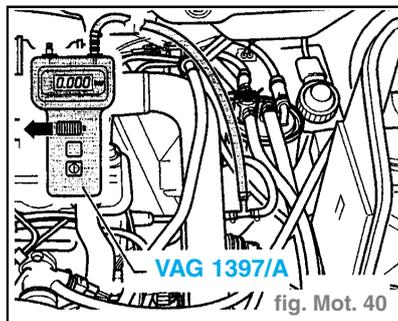

fig. Mot. 40
- Débrancher le flexible de raccord entre la tubulure d'admission et l'appareil de commande pour système d'injection directe Diesel (J248) et le relier au raccord en T du contrôleur de turbocompresseur VAG 1397A. (fig. Mot. 40)
- Débrancher le flexible de raccord entre le tuyau de raccord et l'appareil de commande pour système d'injection directe Diesel (**J248**) et le relier au raccord en **T** du contrôleur de turbocompresseur **VAG 1397/A**. (fig. Mot. 40)